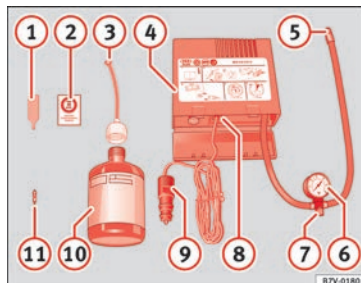

Abb. 97 Prinzipdarstellung: Bestandteile des Pannensets
Das Pannenset befindet sich im Gepäckraum unter dem Bodenbelag. Es besteht aus folgenden Bestandteilen » Abb. 97:
Den Reifenfüllschlauch » Abb. 97 ⑤ wieder anschließen und den Reifenfülldruck an der Reifenfülldruckanzeige ⑥ ablesen.